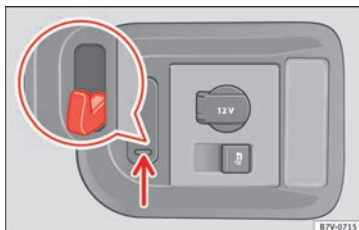

Fig. 171 En el maletero: ganchos para bolsas.
A la derecha del maletero hay unos ganchos para bolsas basculables » fig. 171 de los que se pueden colgar bolsas de compra ligeras.
- Presione hacia abajo en los ganchos para bolsas » fig. 171 (flecha) y abátales.